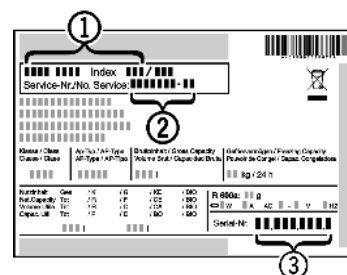

Fig. 20
- ▶ Z nazivne ploščice odčitajte oznako aparata *Fig. 20 (1)*, servisno št. *Fig. 20 (2)* in serijsko št. *Fig. 20 (3)*. Nazivna ploščica se nahaja na levi strani notranjosti aparata.
- ▶ Obvestite servisno službo in jim povejte, za kakšno napako gre, povejte pa tudi oznako aparata *Fig. 20 (1)*, servisno št. *Fig. 20 (2)* in serijsko št. *Fig. 20 (3)*.